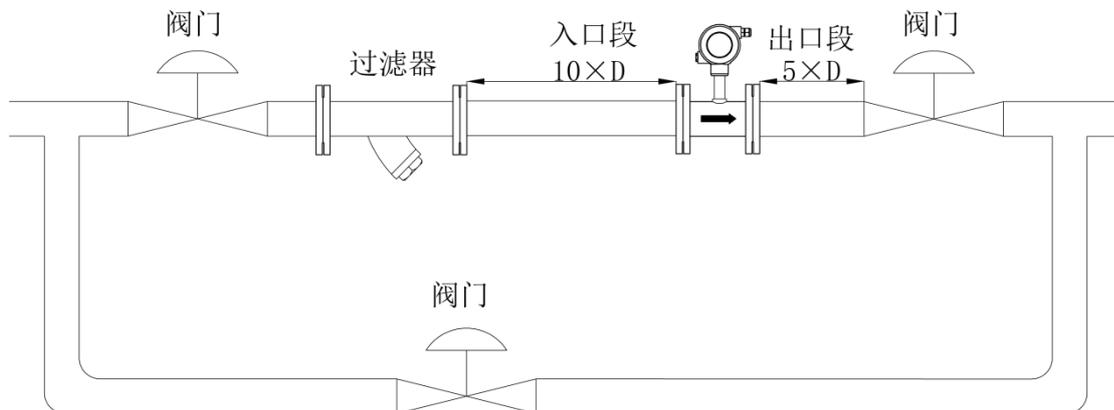

图 1 涡轮流量计典型安装管路系统图
a. 涡轮流量计典型安装管路系统图（见图 1）
2. 水平安装传感器要求管道不应有目测可察觉的倾斜（一般在 5° 以内），垂直安装传感器管道垂直度偏差亦应小于 5° 。在不能停流的场所，应装旁通管和可靠的截止阀（见图 1），测量时要确保旁通管无泄漏。